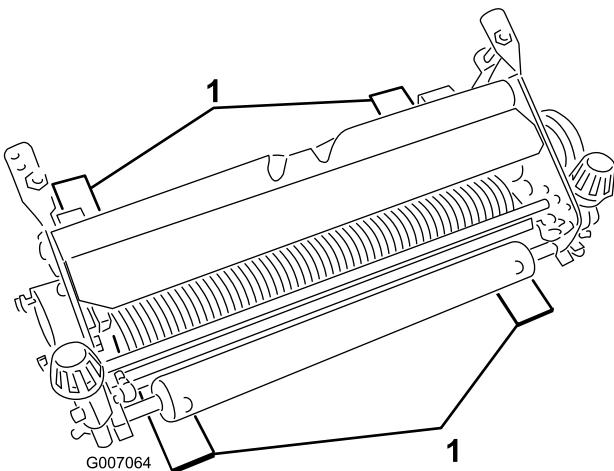

Bild 3
2. Legen Sie vier Messlehren mit der gewünschten Bodeneindringung des Messers unter die vordere Rolle und die Hinterräder des Vertikutiergerätes (Bild 3).